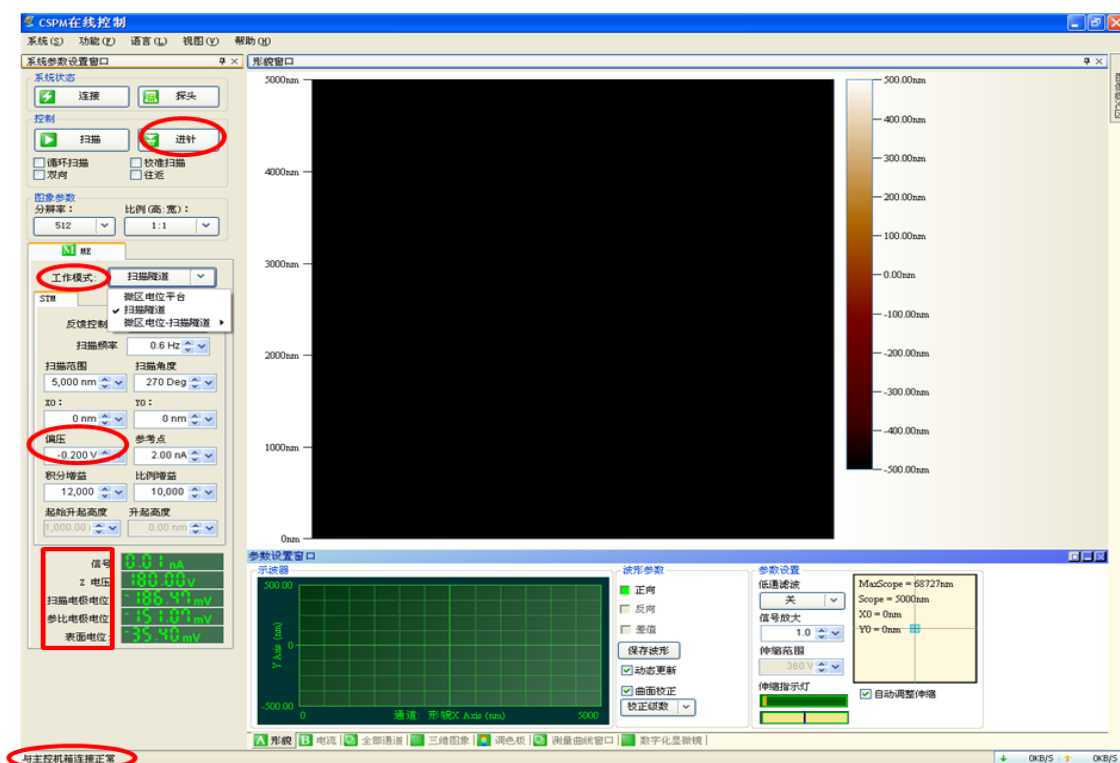

图3-1 工作模式的选择
1)将工作电极固定电解池中,并通过水平器将样品调平及探针安装好后(将探针调至需要扫描的区域中心),依次打开控制机箱和主机,进入软件工作界面;打开工作界面后,软件会自动与主控机箱连接,若连接正常,工作界面下方会显示“与主控机箱连接正常”;若不正常则需要重新启动主控机箱(图3-1);
2)系统参数设置窗口将工作模式选为“扫描隧道”,并选择合适的分辨率,最下面信号显示窗口中“信号”显示值在0nA附近,Z电压为180.00V,如图3-1所示;如果此时“信号”显示的绝对值较大,比如超过1nA,则可能是因为周围存在干扰,检查探针固定出的金属盒盖是否关上,若关上则通过调整扫描参数窗口中的“偏压”值使其信号较小;